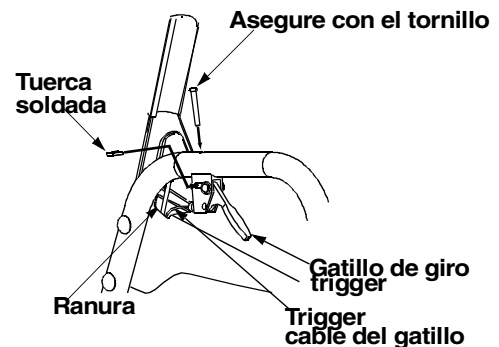

Figura 12
- Coloque el adaptador del tambor del cable dentro del orificio del gatillo. Usted puede encontrar los gatillos y la ferretería relacionada en el grupo G del conjunto de ferretería. Tire del cable y gírelo alrededor del fondo del gatillo, con el cable interior en la ranura, hasta que el extremo del cable pueda ser empujado dentro del armazón del gatillo y calzado firme. Vea la Figura 12.
- Coloque en posición el gatillo de giro a la derecha debajo del mango derecho. Asegure con el tornillo y suelde la tuerca del Grupo G del conjunto de ferretería. Vea la Figura 12. Usted necesitará un destornillador phillips para ajustar el tornillo.